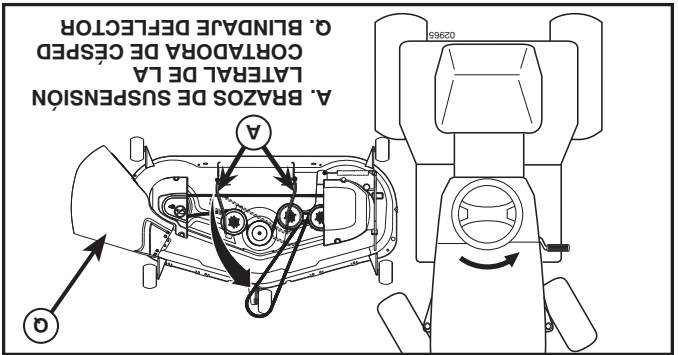

Fig. 8
4. DESLICE LA CORTADORA DE CÉSPED DEBAJO DEL TRACTOR (Vea Fig. 8)
**NOTA:** asegúrese de que los brazos de suspensión lateral de la cortadora de césped (A) estén orientados hacia adelante antes de deslizar la cortadora de césped debajo del tractor.